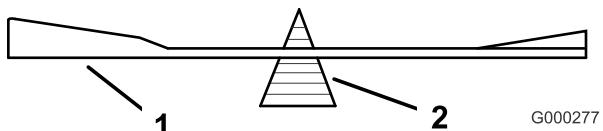

Figure 48
2. Vérifiez l'équilibre de la lame en la plaçant sur un équilibrEUR (Figure 48). Si la lame reste horizontale, elle est équilibrée et peut être utilisée. Si la lame est déséquilibrée, limez un peu l'extrémité de la partie relevée seulement (Figure 46). Répétez la procédure jusqu'à ce que la lame soit équilibrée.